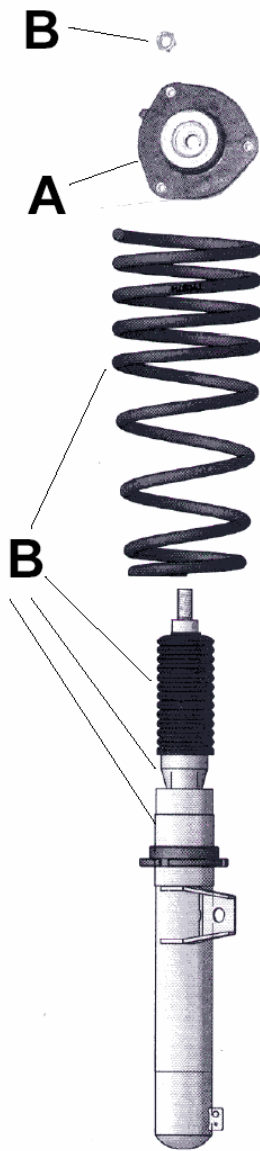

Fig 1
### **VORDERACHSE: Fig 1**
3. Die Lager inklusive Aufnahmeteil auf die Federteller des Schraubfahrwerkes montieren, und befestige ihn mit der richtigen Mutter befestigen. Dabei müssen alle Teile **A.** wieder verwendet werden. Die Teile **B.** sind mitgeliefert und müssen ebenfalls montiert werden (**Fig.1 Fig.4**).